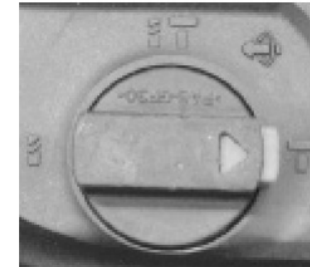

Fig. 7 – Modo rompedorr
- En esta función el mandril tiene solamente impacto sin rotación. Es utilizada para quebrar, principalmente, albañilería y concreto y remover revestimientos cerámicos. En estas aplicaciones deben ser utilizados punteros, tajaderas o cinceles (no acompañan el producto). Utilícelos apenas para pequeñas operaciones, como por ejemplo: remover algunas cerámicas de una cocina o limpieza de concreto de una pequeña área. Para seleccionar la función rompimiento, presione la traba de seguridad y girar el selector (5) para la posición , conforme muestra la Fig. 7.